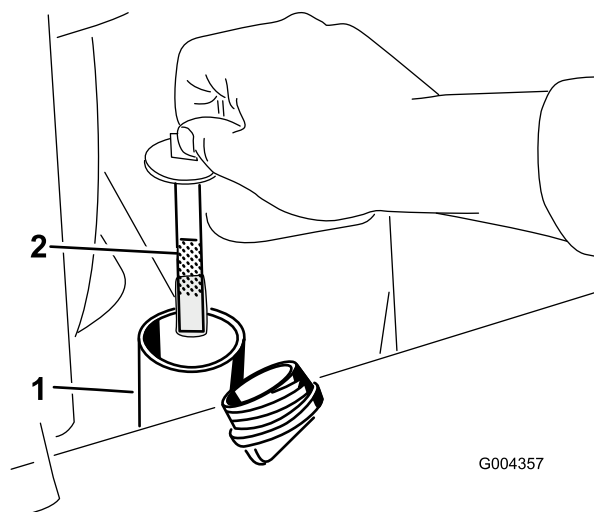

Figura 18
6. Togliete il tappo dal collo del bocchettone e controllate il livello del fluido sull'asta di livello (Figura 18).